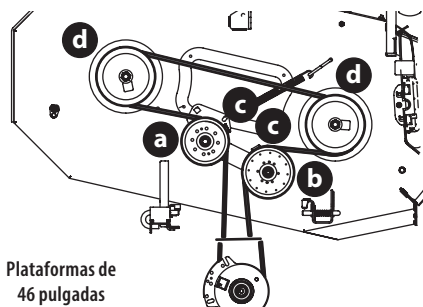
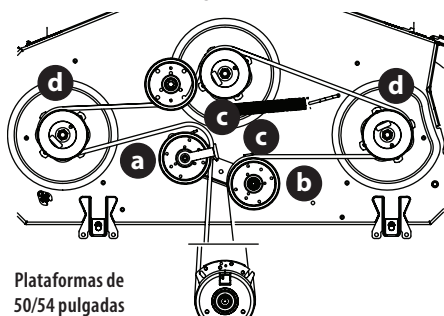
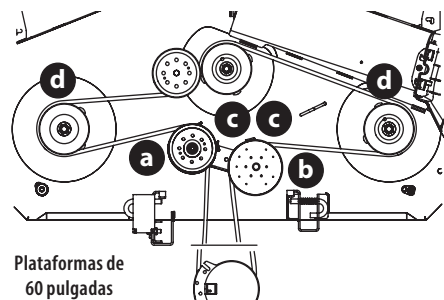

Figura 43
Figura 44
Figura 45
2. Afloje, pero no quite los accesorios a la derecha (a) y a la izquierda de la polea loca (b). Consulte la página 65 para plataformas de 42 pulgadas (Figura 42), y página 66 para plataformas de 46 pulgadas (Figura 43), plataformas de 50 y 54 pulgadas (Figura 44) y plataformas de 60 pulgadas (Figura 45).